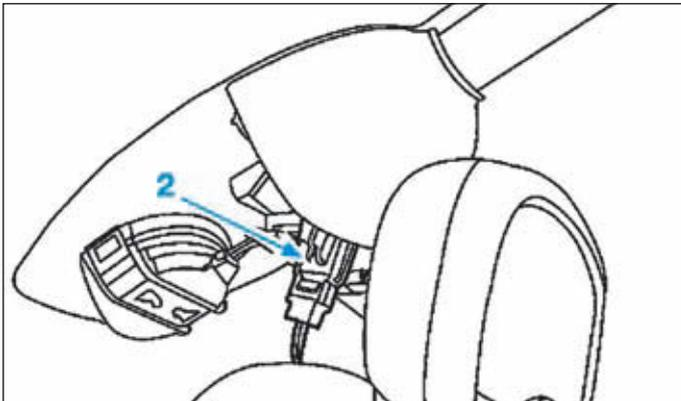

FIG.64
- Débrancher le connecteur (2) de la sonde de température habitacle (Fig.64).